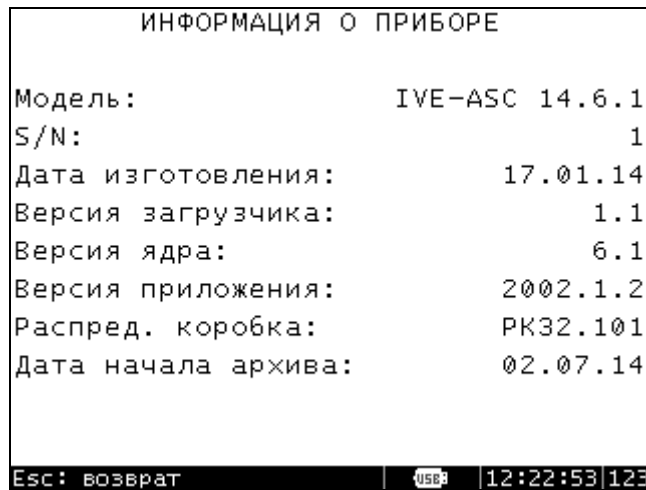

Рис.14. Окно "Информация о приборе"
2.3.3.5.3 "Информация о приборе". Вход в этот пункт открывает окно со Следующей информацией (рис. 14):